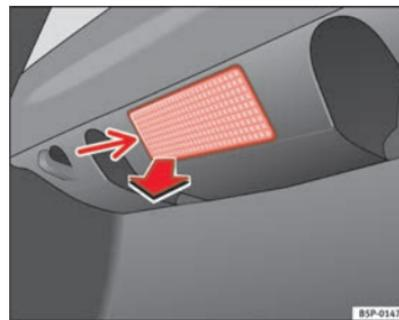

Fig. 199 Luz maletero
- Extraiga la tulipa haciendo presión sobre el borde de la parte interior de la misma -flecha- con ayuda de un destornillador por su parte plana ⇒ fig. 199. ▶